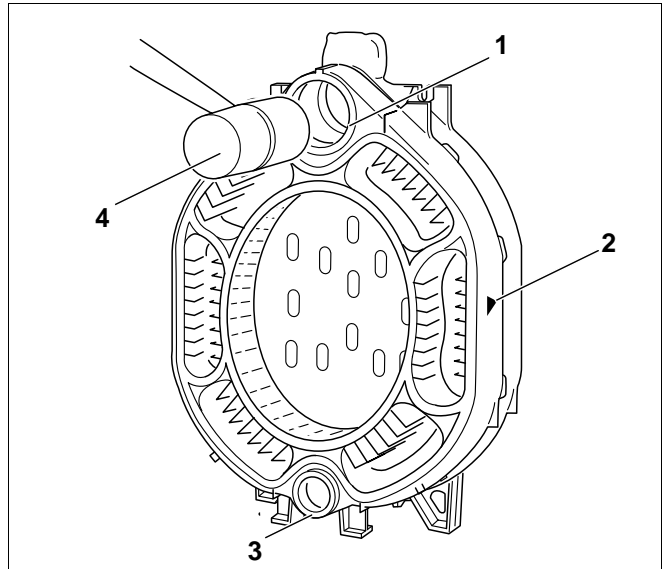

Fig. 13 Islåning af mellemelementet
- Sæt mellemelementet med øverste og nederste nippelgang (Fig. 13, **pos. 1 og 3**) på niplerne i bagelementet. Her skal retningspilen for montering (Fig. 13, **pos. 2**) pege bagud.
- Slå det første mellemelement på bagelementet med en træ- eller hårdgummihammer (Fig. 13, **pos. 4**).